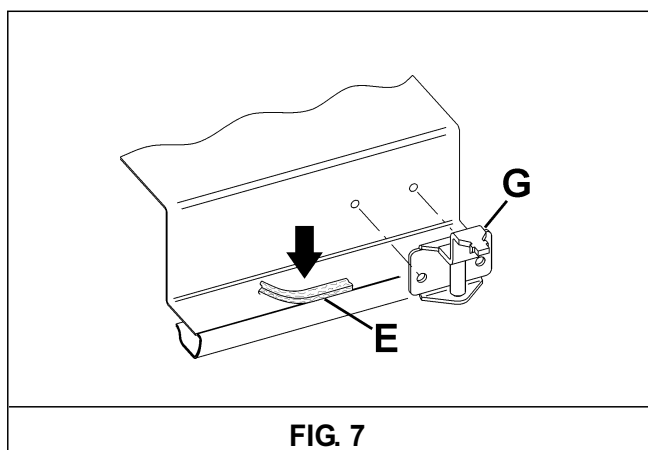

FIG. 7
- mettez les crochets de fixation dans les emplacements prévus à cet effet sur le meuble à l'aide des vis "G" (voir fig. 7).
- Retournez la table, ôtez les rubans du joint de leur support en vous assurant que la protection transparente reste accrochée au joint. Posez le joint "E" (fig. 7) sous le bord de la table de sorte que l'extérieur du joint corresponde exactement avec le contour de la table. Les deux bouts des rubans doivent se rencontrer sans être superposés.